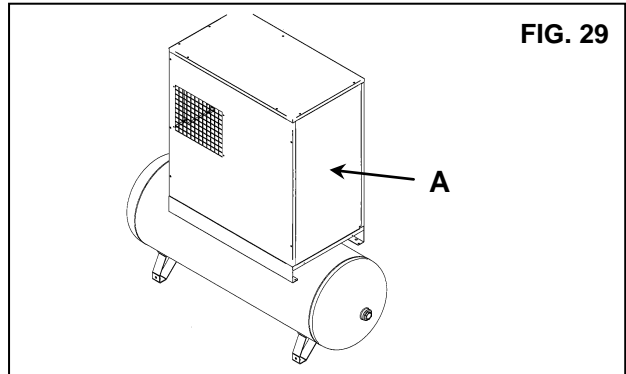

FIG. 29
- Togliere la protezione fissa Rif. A Fig. 29.
- Rimontare la protezione fissa Rif. A Fig. 29 con le apposite viti di sicurezza